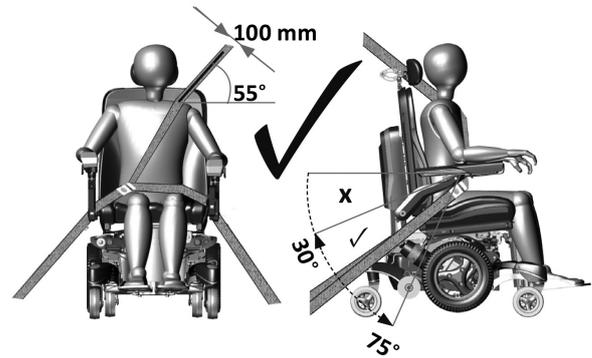
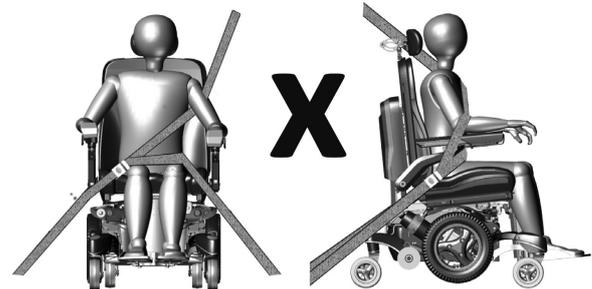

Figure 5.5 - richtige Positionierung des Drei-Punkt-Rückhaltesystems
Figure 5.6 - falsche Positionierung des Drei-Punkt-Rückhaltesystems
- Die Sicherheitsgurte müssen an der entsprechenden Säule des Fahrzeugs angebracht werden und dürfen nicht durch Teile des Elektrorollstuhls wie Armlehnen oder Räder vom Körper ferngehalten werden (Figure 5.6).
- Der Beckengurt muss unten an der Vorderseite des Beckens so angelegt werden, dass der Winkel des Beckengurts zwischen 30° und 75° zur Horizontalen beträgt (Figure 5.5).
- Ein steilerer (größerer) Winkel innerhalb des bevorzugten Bereichs ist wünschenswert (Figure 5.5)
- Der Schultergurt muss wie in der Abbildung gezeigt über die Schulter und quer über die Brust passen (Figure 5.5). Legen Sie den Sicherheitsgurt nicht wie Figure 5.6 gezeigt an